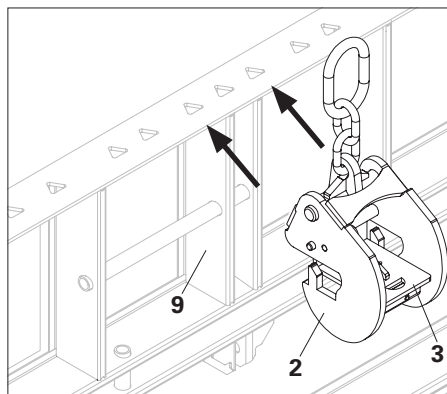

Fig. 3
- La distanza di 110 mm tra i due ganci di blocco (6) e la piastra di guida (4) fa sì che il gancio di sollevamento HSA 2 non possa essere fissato in alcun altro punto che non sia il distanziatore del profilo a W del telaio.
1. Posizionare l'alloggiamento (2) nelle fessure triangolari su entrambi i lati del distanziatore del profilo a W (9) sollevando la piastra di bloccaggio a molla (3). (Fig. 3)